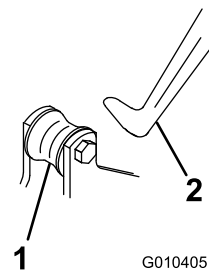

Рисунок 4
2. Задвиньте тройной каток под ходовую раму тягового блока, одновременно зацепив подъемный каток за подъемный рычаг (Рисунок 4).